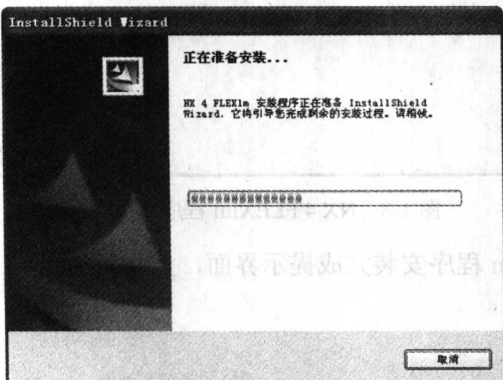

图 1-3 计算机配置检测界面
(5) 选择“中文(简体)”安装语言, 单击 **确定** 按钮系统检测计算机配置, 如图 1-3 所示。